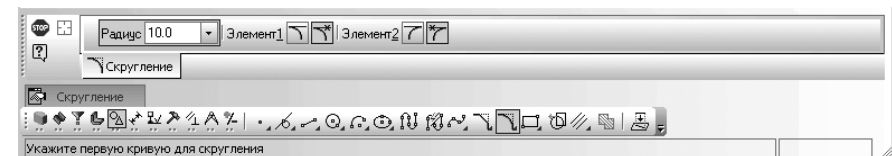

Рис. 3.35. Фрагмент главного окна системы: **Панель свойств: Скругление**, **Компактная панель** и **Строка сообщений**
- щелкните на **Компактной панели** по кнопке переключателя – **Геометрия**, а затем по кнопке **Скругление** – кнопке с изображением скругления. Появится **Панель свойств: Скругление** (рис. 3.35).